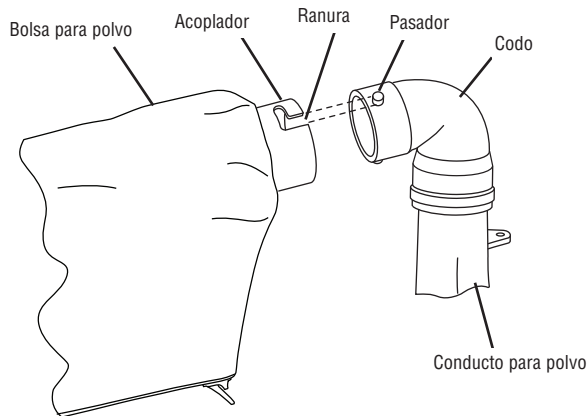

Figura 6
**Instalación (y remoción) de la bolsa para polvo** – El codo tiene pasadores en la parte superior y la parte inferior del orificio de salida que acoplarán el extremo del acoplador del ensamblaje de la bolsa para polvo. Para instalar la bolsa para polvo, alinee las ranuras del acoplador con los pasadores del codo y luego empújela y gírela en el sentido de las agujas del reloj. Para retirar la bolsa para polvo, tire el acoplador en sentido contrario al de las agujas del reloj y luego jale para separarlo. Deje siempre el codo en el conducto para polvo (vea la figura 6).